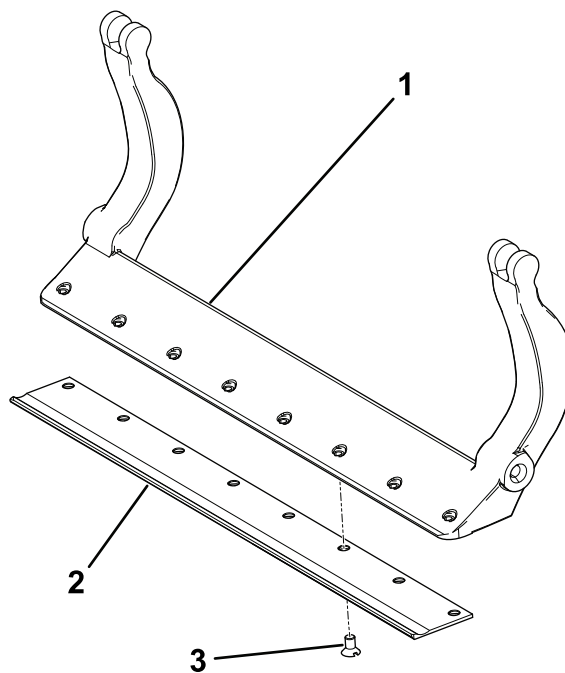

Figura 33
3. Aplique compuesto antiadherente a los tornillos e instale la contracuchilla en la barra de asiento del siguiente modo (Figura 33):
- A. Apriete los 2 tornillos exteriores a 1 N·m; consulte la Figura 33.
- B. Desde el centro de la contracuchilla, apriete los tornillos a entre 23 y 28 N·m; consulte la Figura 33.